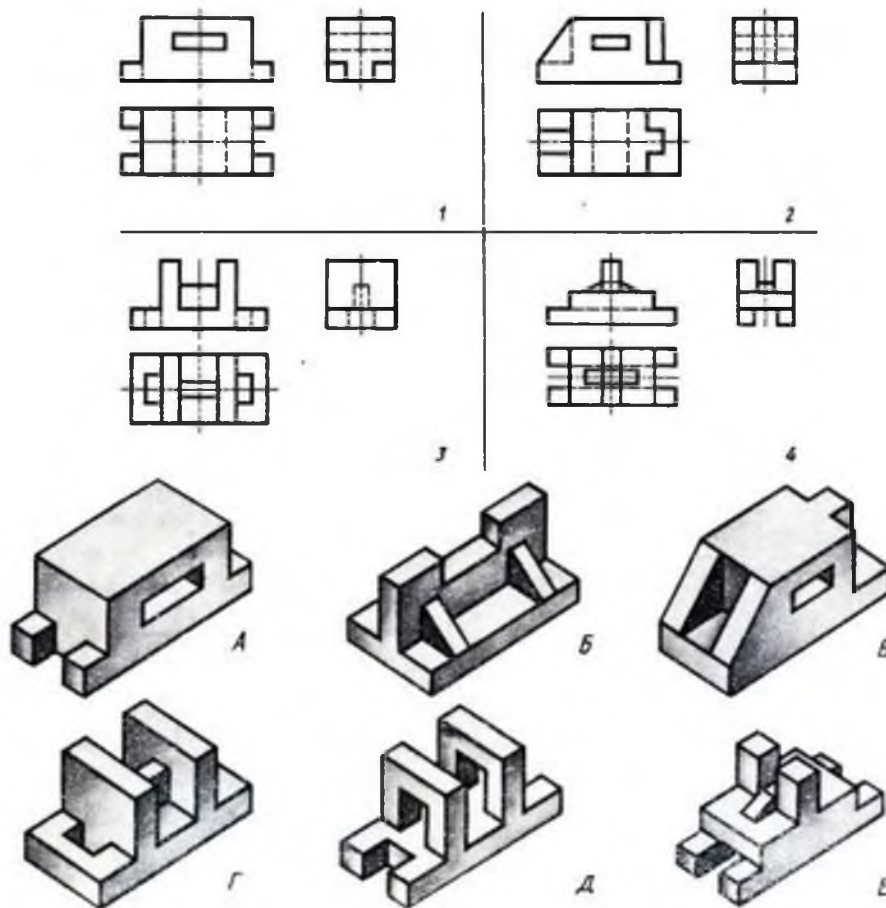

Рис.3.
8. По чертежам деталей найдите их изображения (рис.3). Выберите ответ, содержащий правильное соотношение номера чертежа и буквенного обозначения подходящей детали.